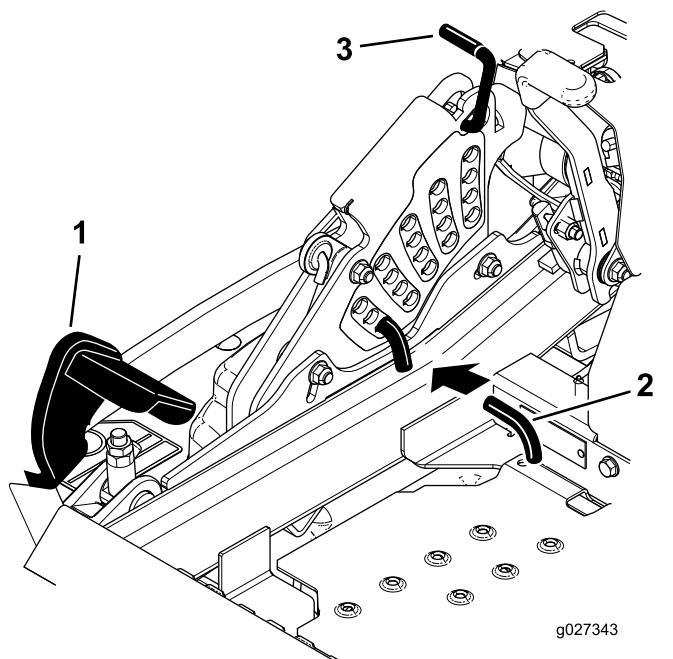

Bild 26
2. Treten Sie mit dem Fuß auf das Mähwerkhubpedal und heben Sie das Mähwerk in die Transportstellung an (d. h. die Schnitthöhe von 140 mm), wie in **Bild 26** abgebildet.
3. Drehen Sie zum Einstellen den Stift um 90 Grad und nehmen ihn aus der Schnitthöhen-Halterung heraus (**Bild 26**).
4. Wählen Sie ein Loch in der Schnitthöhenhalterung, das der gewünschten Schnitthöhe entspricht, und stecken Sie den Stift ein (**Bild 26**).